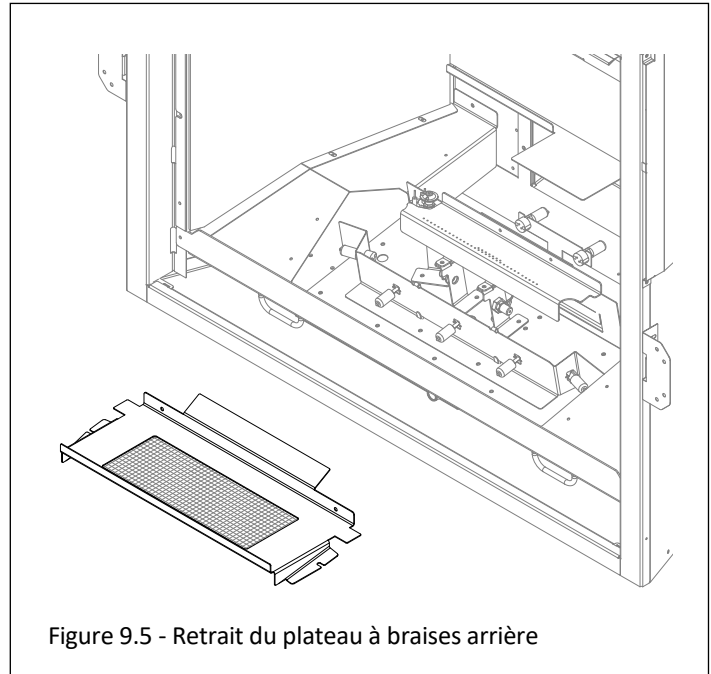

Figure 9.5 - Retrait du plateau à braises arrière
5. Retirez et conservez les (4) vis du plateau à braises. Retirez le plateau à braises. Voir la Figure 9.5.
6. Installez les (2) ampoules halogènes (fournies dans le paquet de composants) dans les socles de lampe.